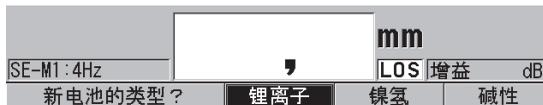

图 2-5 选择新电池类型
14. 回答出现在屏幕底部的问题（参见第 35 页的图 2-5）：